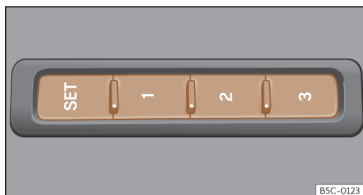

Fig. 112 En el lateral exterior del asiento del conductor: teclas de memoria.
• Pulse la tecla **SET** durante más de 1 segundo»» **fig. 112**.